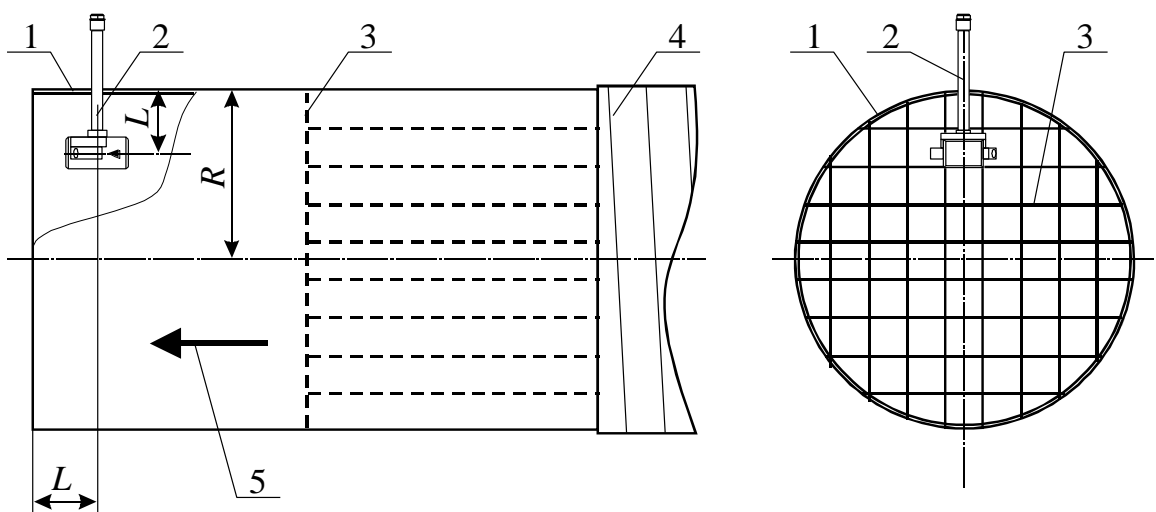

Рисунок 12 – Установка СДСВ в патрубке воздуховода при реализации АПТВ:
2.2.3.7 При использовании СДСВ для контроля расхода воздуха, подаваемого в подготовительный забой при АПТВ, выносная измерительная головка устанавливается на патрубке воздуховода (рисунок 12).